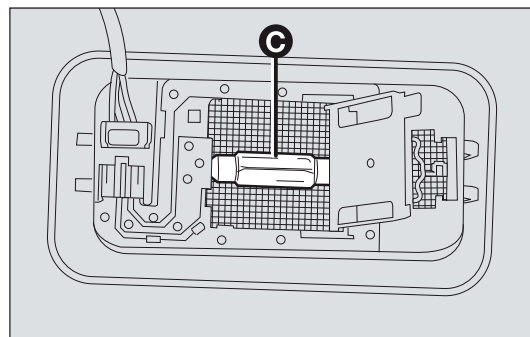

fig. 162
- ☐ sustituya la lámpara C-fig. 162 separándola de los contactos laterales; introduzca la nueva lámpara asegurándose de que quede bloqueada correctamente entre los contactos;